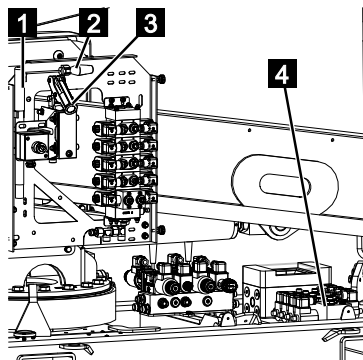

Abb. 116
4. Den Handpumpenhebel (Abb.116/1) herausnehmen und in die Handpumpe (Abb.116/2) eindrehen.
5. Das gewünschte Ventil am Ventilblock (Abb.116/4) durch eindrücken mit dem Bedienhebel (Abb.116/3) betätigen und gleichzeitig mit der Handpumpe pumpen.